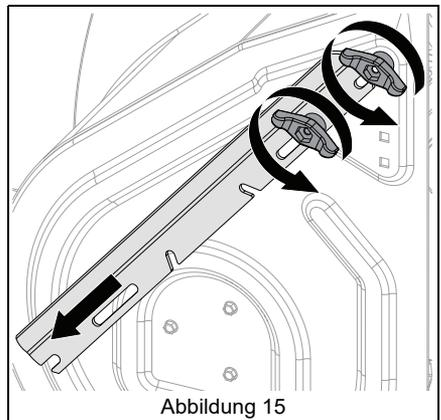

Abbildung 15
1. Die Flügelgriffe lösen und den Schneewehenschneider nach unten schieben. Siehe Abbildung 15.